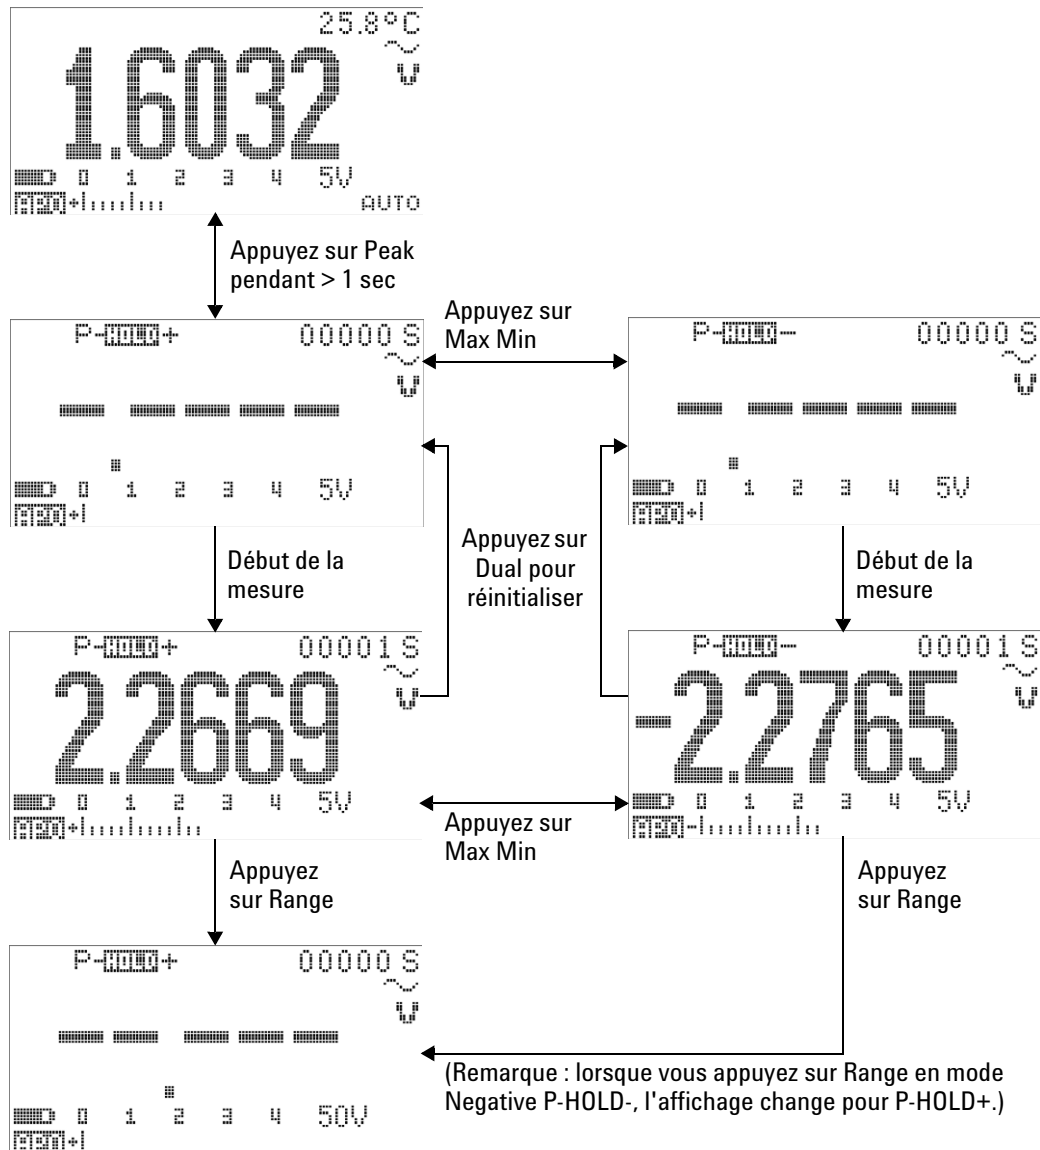

Figure 3-7 Fonctionnement en mode de gel de valeur de crête 1 ms
- 4 Dans l'exemple de mesure illustré à la Figure 3-7 à la page 72, le facteur de crête est $2,2669/1,6032 = 1,414$.